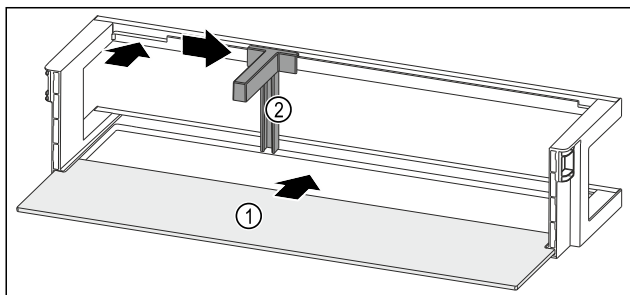

Fig. 136 Balconnet de contre-porte avec tablette de rangement
- Insérer la tablette de rangement Fig. 136 (1) dans les évidements latéraux.
- Insérer le porte-bouteilles Fig. 136 (2) dans l'évidement.
- Pousser le porte-bouteilles Fig. 136 (2) sur le côté en position souhaitée.